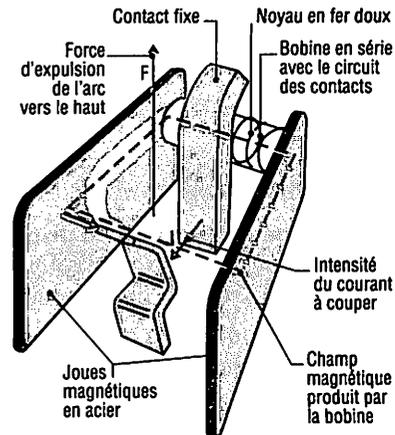

Fig. 6 : Soufflage magnétique.
c) Soufflage magnétique (fig. 6)